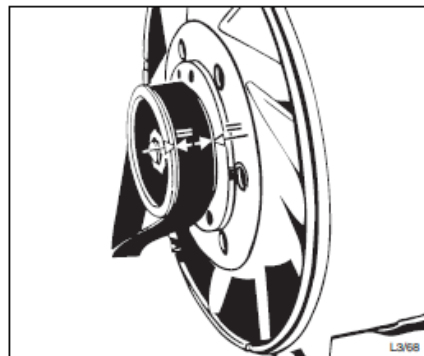

Abb. 54 – Absetzen Gürtel
- Den Poly-Keilriemen auf die Riemenscheibe des Gebläses, auf die Spannrolle und auf die untere Riemenscheibe aufsetzen (abb. 54).